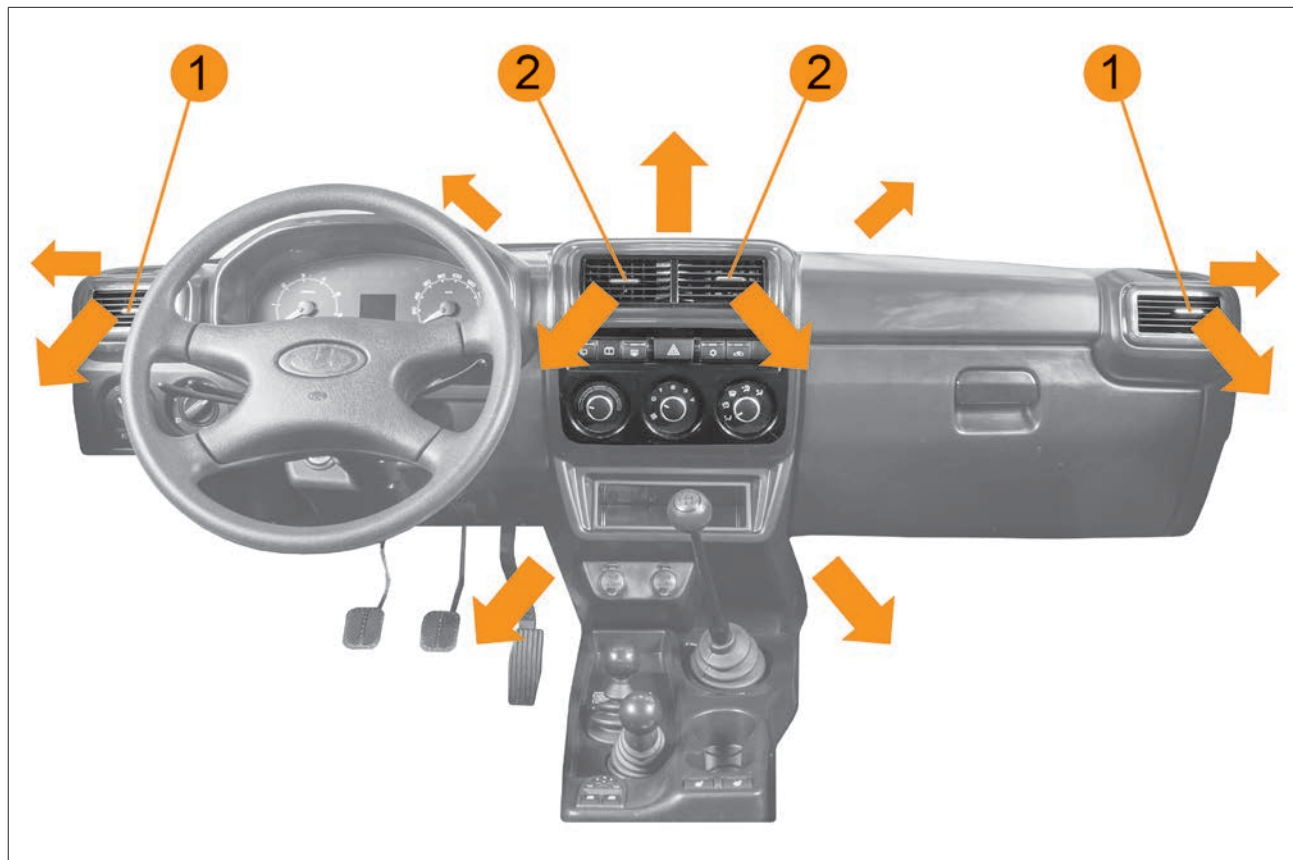

Рис. 26. Дефлекторы отопительно-вентиляционной установки
Рукоятками **1** (рис. 26) регулируется направление воздушного потока в боковых дефлекторах, а рукоятками **2** регулируется направление воздушного потока в центральных дефлекторах.
- рукоятками **1** и **2** (см. рис. 26) отрегулируйте направление воздушных потоков в боковых и центральных дефлекторах в зависимости от желаемого направления;
– рукоятками **1** (см. рис. 26) направить воздушный поток в боковых дефлекторах на соответствующие боковые стекла в зону обзора зеркал заднего вида;
- рукоятками **1** (см. рис. 26) направить воздушный поток в боковых дефлекторах на соответствующие боковые стекла в зону наибольшего обледенения;